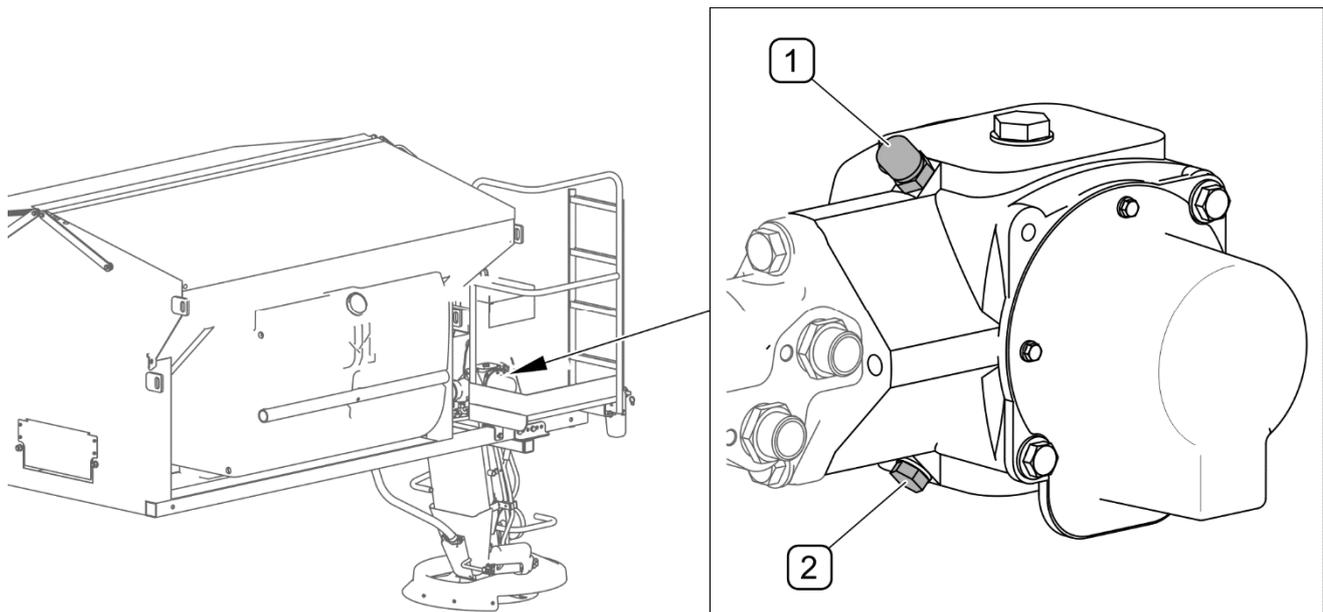

ABBILDUNG 5.3 Ölwechsel im Getriebe des Förderbandantriebs
- Die Schraube (1) herausschrauben (ABBILDUNG 5.3),
- Die Ablassschraube (2) herausschrauben und das Öl in einen zuvor vorbereiteten Behälter ablassen,
- Die Ablassschraube (2) einschrauben und frisches Öl durch die Einfüllöffnung (1) einfüllen.
- Die Entlüftung im Deckel (1) auf freien Durchgang prüfen und falls erforderlich reinigen.
- Die Ablassschraube (2) wieder einschrauben.